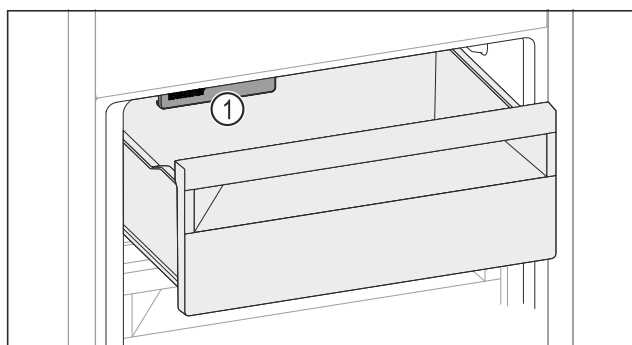

Fig. 157
- ▶ Ta hensyn til IceMaker Fig. 157 (1).